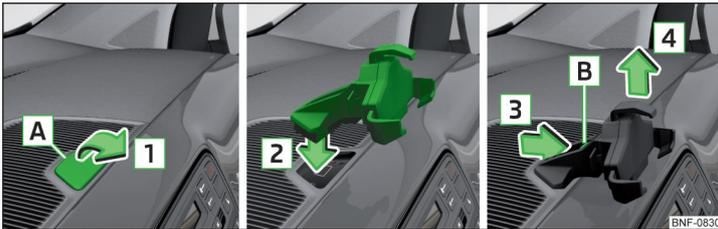

Abb. 76 Blende abnehmen / Adapter befestigen / Adapter abnehmen
- Z. B. eine Münze in die Aussparung **A** einsetzen und die Blende in Pfeilrichtung **1** aufklappen » Abb. 76.
- Die Entriegelungstaste **B** in Pfeilrichtung **3** drücken und den Adapter in Pfeilrichtung **4** abnehmen » Abb. 76.